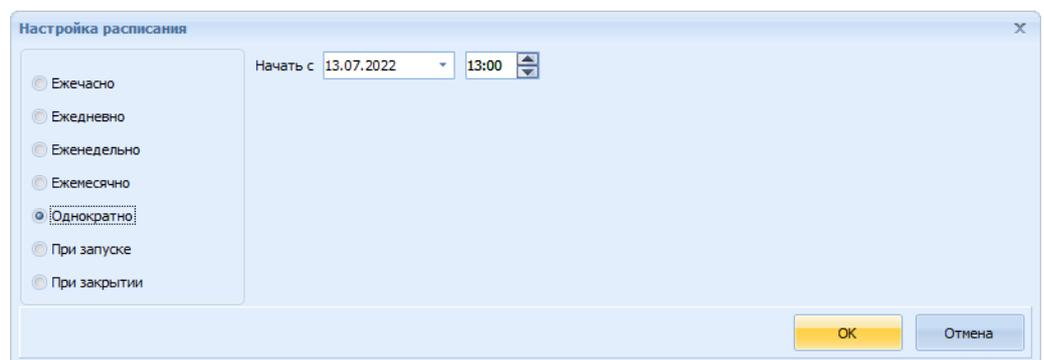

Рисунок 9.16 – Окно Настройка расписания «Однократно»
– Однократно (рисунок 9.16). Выполнится только один раз в указанное время и дату.
2) «Выбранное состояние» – позволяет настроить логику запуска или останова сценария по любому произвольному состоянию устройства. Например, можно запустить сценарий по тест-кнопке (рисунок 9.16).